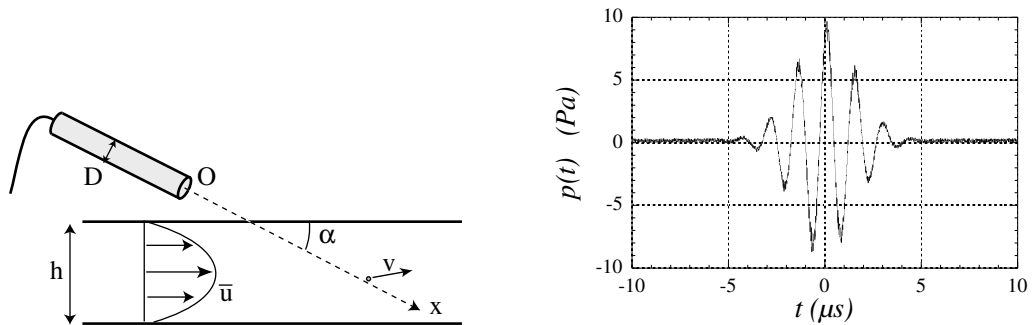

FIG. 4 – Dispositif de mesure de profil de vitesse à l’aide d’un vélocimètre Doppler ultrasonore, et impulsion acoustique émise par le transducteur.
2. Une impulsion d’environ 5 longueurs d’onde est émise au temps  $t = 0$  (figure 4). Calculer le temps de réception  $t_r$  de l’écho. Montrer que la fréquence reçue sera  $f_s = f_0 + \Delta f_D$ , où la fréquence Doppler est donnée par